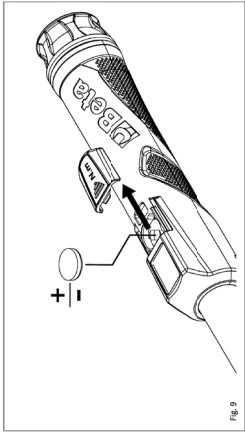

Fig. 9
- Per la sostituzione della batteria aprire il coperchietto, facendolo scorrere sull'impugnatura. Rimuovere la batteria esausta ed inserire la batteria nuova rispettando la polarità e le caratteristiche tecniche (mod. CR 1632 - 3 Volt) (fig. 9).
- To replace the battery, open the lid, sliding it on the handle. Remove the flat battery and insert the new battery, maintaining the polarity and complying with the technical specifications (mod. CR 1632 - 3 Volts) (fig. 9).